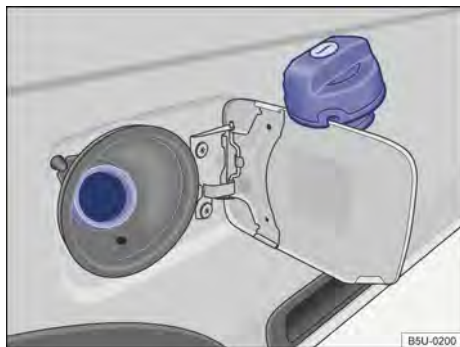

Fig. 171 Portinhola do tanque de combustível aberta com a tampa do tanque de combustível pendurada.
- Girar a tampa do tanque no sentido anti-horário e pendurá-la em cima da portinhola do tanque de combustível → Fig. 171.